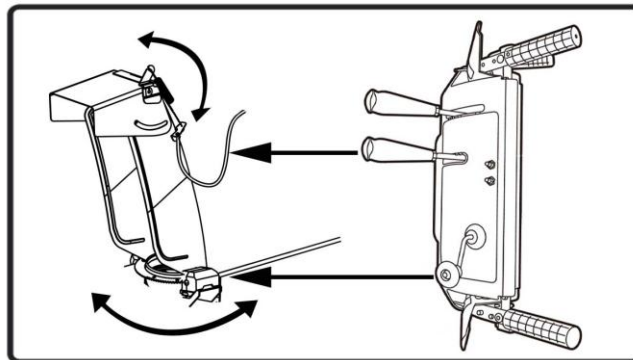

Рисунок 13
2. Против часовой стрелки, чтобы выбрасывать снег налево (рис. 13).